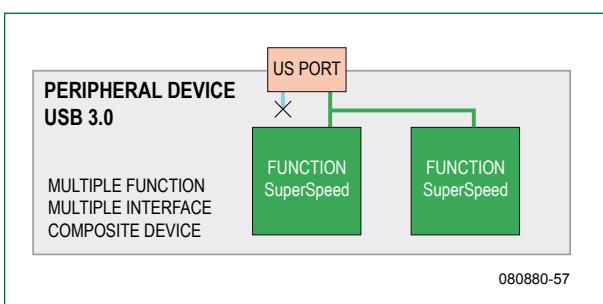

Figure 8.
- Appareil multi-périphérique. C'est un périphérique composé (Figure 8).